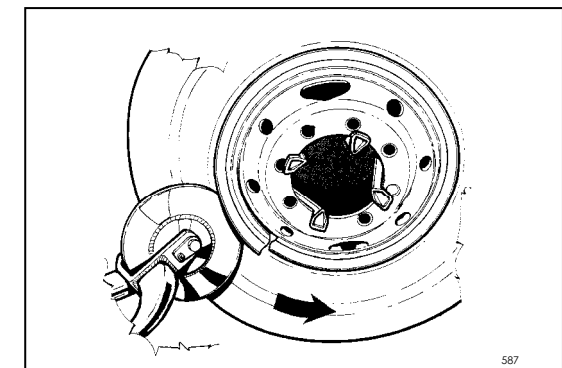

Fig.38
4. To remove the lock ring, squeeze one edge with the proper bar and place the bead breaker disc as shown in Fig.38.
4. Pour enlever la bague élastique de blocage, soulever une extrémité à l'aide du levier soulève-talons et y insérer le disque détalonneur comme le montre la Fig.38.
4. Zum Ablösen des Sprengrings ein Ende mit dem Montiereisen anheben und die Abdrückscheibe dazwischen schieben wie in Abb.38 gezeigt.